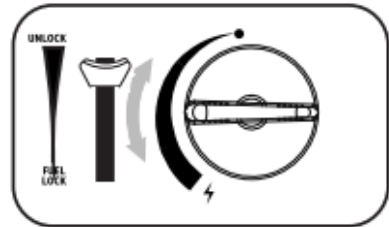

Abb. 11
1. Drehen Sie den Einstellregler (17) auf die Aus-Position (16).
3. Nach dem Erlöschen der Flamme drücken Sie den Kartuschen-Arretierhebel (20) nach oben auf die UNLOCK-Position (14). (Abb. 11)